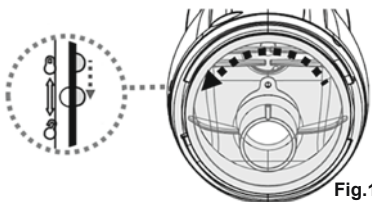

Fig.1
2. Tenez le châssis de l'aspirateur électrique et tournez la calotte dans le sens contraire des aiguilles d'une montre jusqu'à ce que la marque blanche sur la calotte atteigne la marque de verrouillage-déverrouillage. (Fig.1) Débranchez la calotte et ôtez le sac de filtration/la cage de filtration de l'aspirateur électrique.